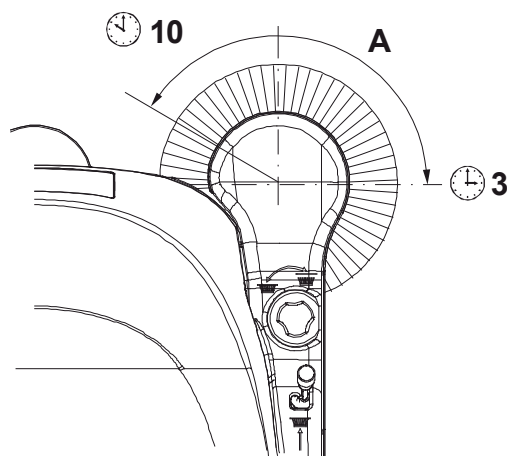

Figure 1
- Arrêter le balai latéral en appuyant sur l'interrupteur (1), puis le soulever et déplacer la machine.
- Contrôler que la trace laissée par le balai latéral est, en extension et orientation, comme indiqué dans la figure (A, Fig. 1) : le balai latéral doit toucher le sol pour un arc de cercle compris entre les positions "dix heures" et "trois heures" d'une montre.
2. Tourner la poignée (13) dans le sens des aiguilles d'une montre ou dans le sens contraire pour régler la hauteur du balai du sol.